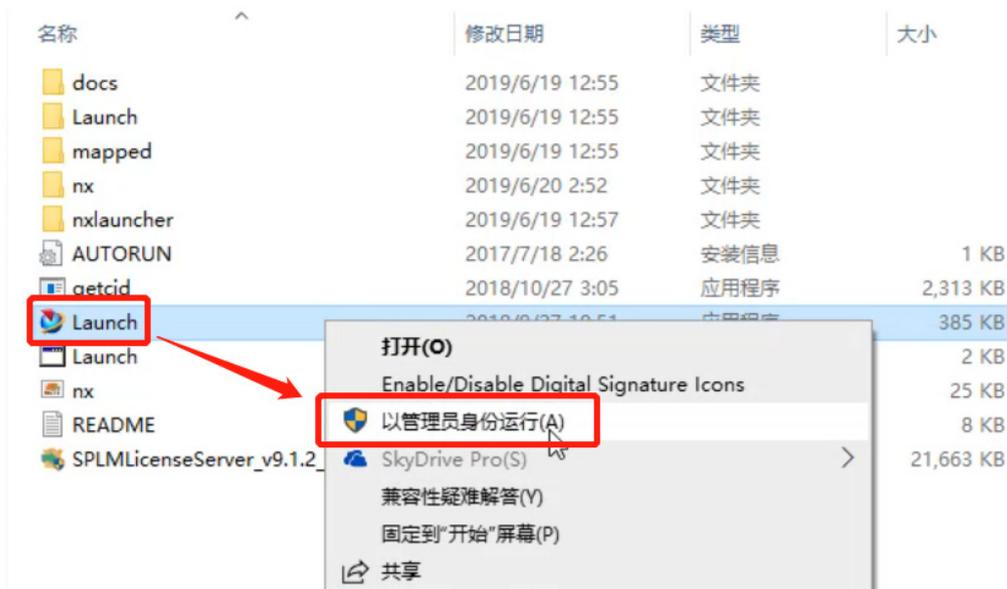

图 1-1 运行 NX 软件安装程序
(1) 在软件安装包中找到 NX 安装程序运行文件“Launch.exe”，点击鼠标右键选择“以管理员身份运行”，如图 1-1 所示。